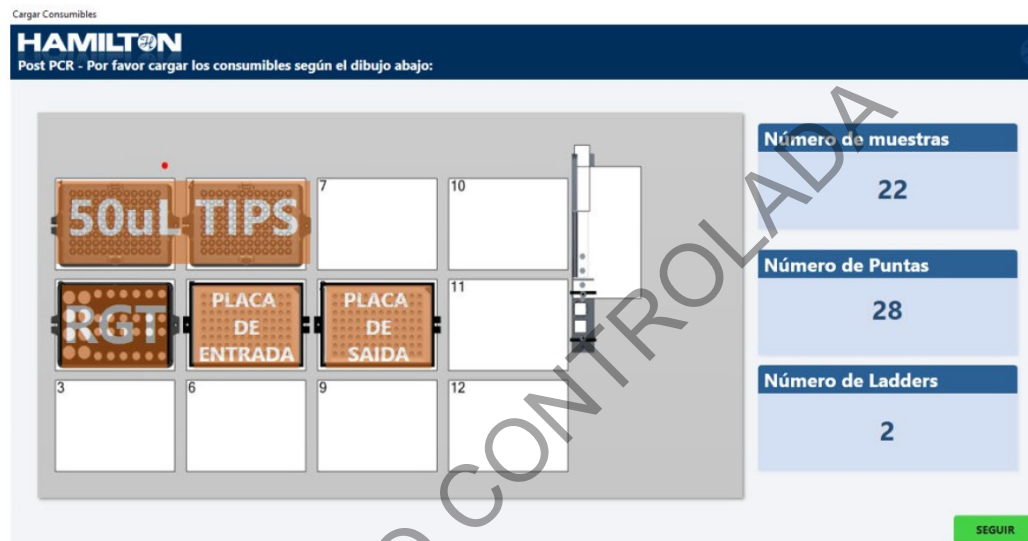

Figura 4. Pantalla de carga de consumibles.
**10.** En la siguiente pantalla se mostrará la ubicación de los componentes e insumos necesarios para llevar a cabo el protocolo. Se indican el tipo y número de puntas, así como las escaleras que se van a utilizar. Ver figura 4.